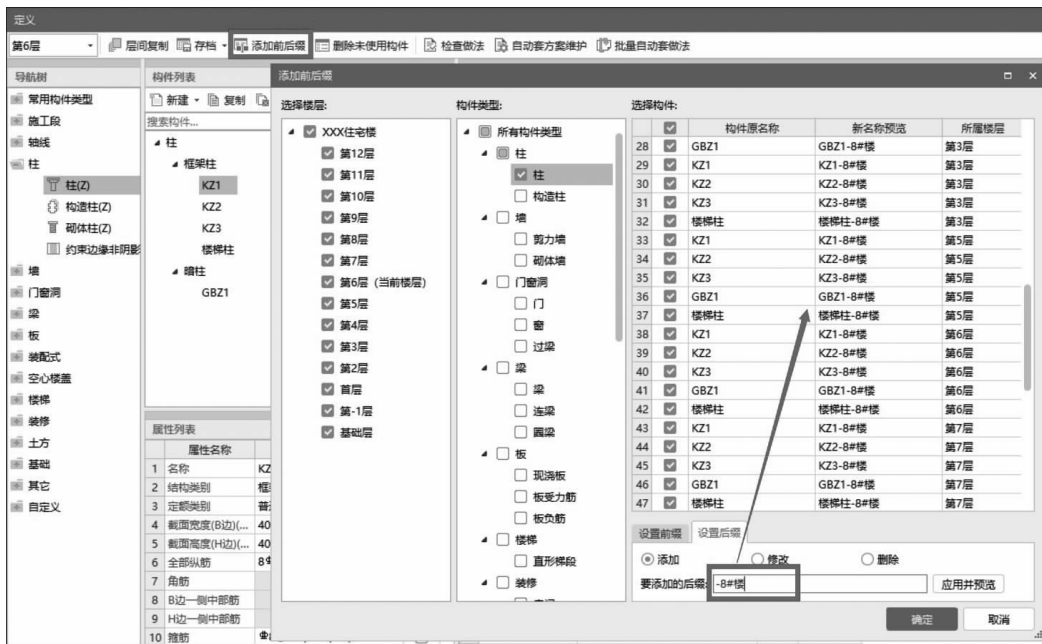

图 1-19 添加前后缀
②添加前后缀。当同一个建筑物有塔楼、裙房等多栋楼,有相同名称、不同属性的构件时,可以通过添加前后缀予以区分(见图 1-19),避免了原功能对多个构件进行修改耗时长、易出错的问题。